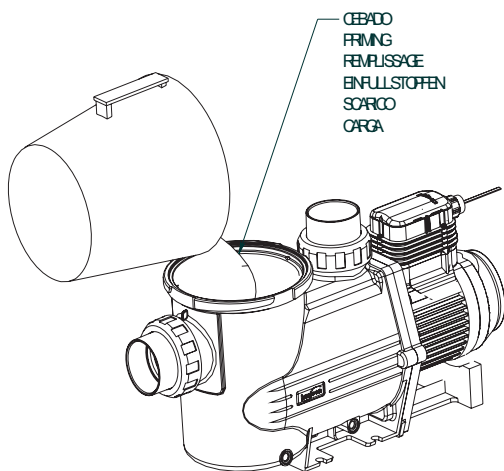

Fig. 4
- Onde uma bomba de auto-preparação for instalada acima do nível da água, a diferença em altura não deve ultrapassar dois metros (Fig. 4), garantindo que o cano de aspiração seja o mais curto possível, já que um cano longo aumentaria o tempo de drenagem e as perdas de carga na instalação.